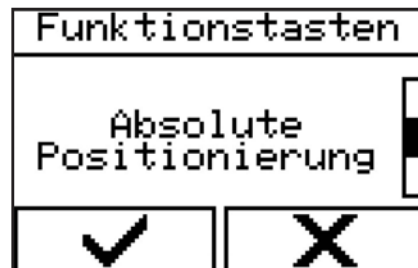

Abbildung 42 - Menü auswählen
1. Menü über „Handschalter“ → „Premiumfunktionen“ → „Einstellungen der Funktionstasten“ → „Absolute Positionierung“ (Abbildung 42) auswählen.